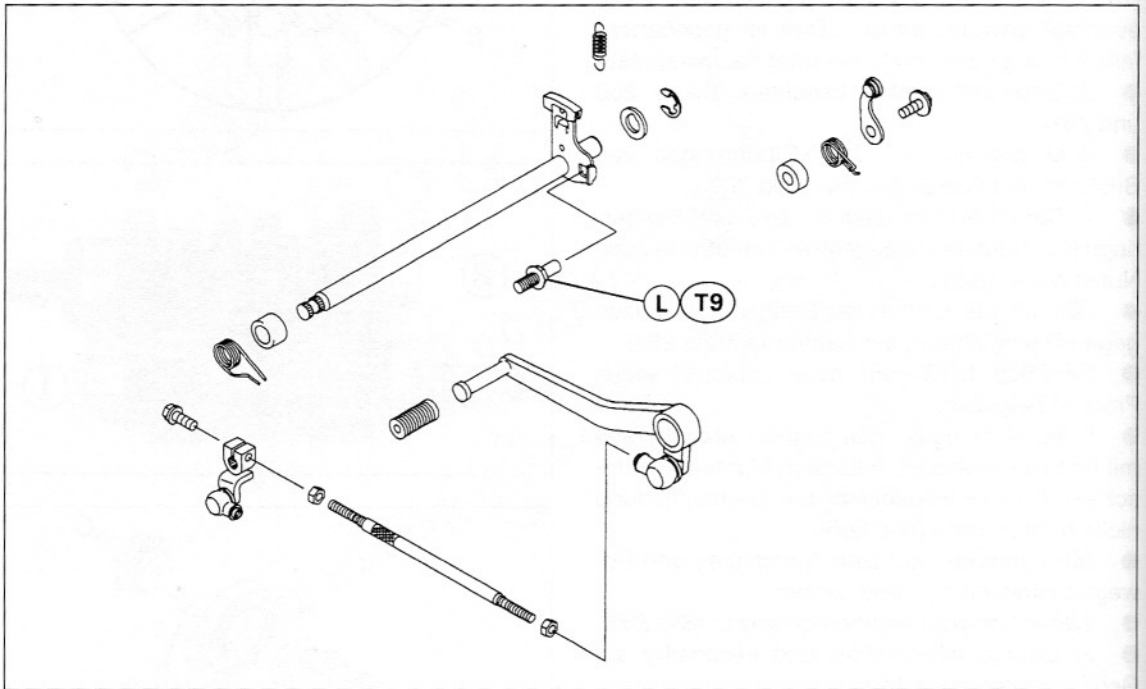

Bild 271
- Die Schalthebelwelle (Bild 271) mit Distanzbüchse für Schenkelfeder und Schenkelfeder einschieben (Federratsche beim Aufsetzen von Walze wegziehen; Bild 188 Seite 69).